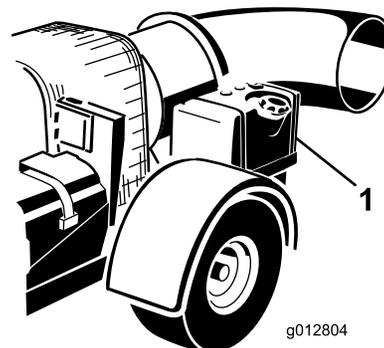

図 11
2. 燃料タンクのキャップの周囲をきれいに拭いてからキャップを取る (図 11)。